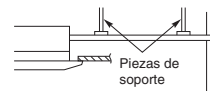

Fig. 3-14
- No fuerce las tuberías del lado de la unidad cuando conecte el tubo de drenaje. El tubo no debería poderse colgar sin soporte desde su conexión con la unidad. Fije el tubo a una pared, bastidor u otro soporte lo más cerca posible de la unidad. (Fig. 3-14)